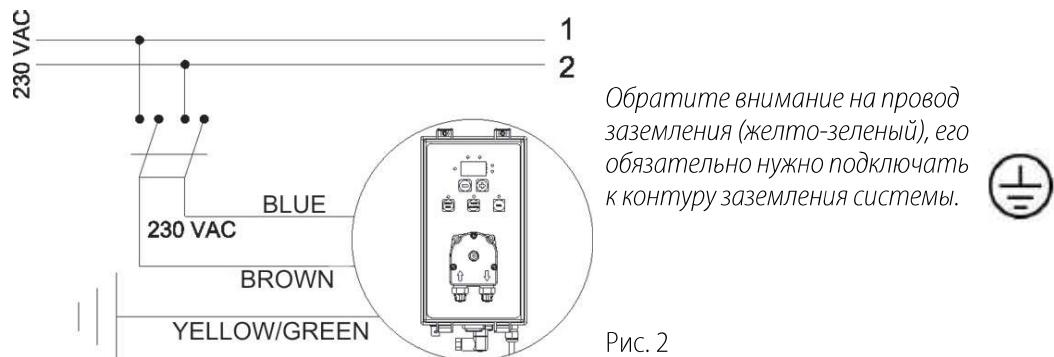

Рис. 2
1. Отсоединить пины от сетевой розетки или отключить питание двухполюсным выключателем с минимальным расстоянием между контактами 3 мм (Рис. 2)
b. – Перед началом установки ознакомьтесь с правилами электрических подключений в вашем регионе. (Рис. 2)